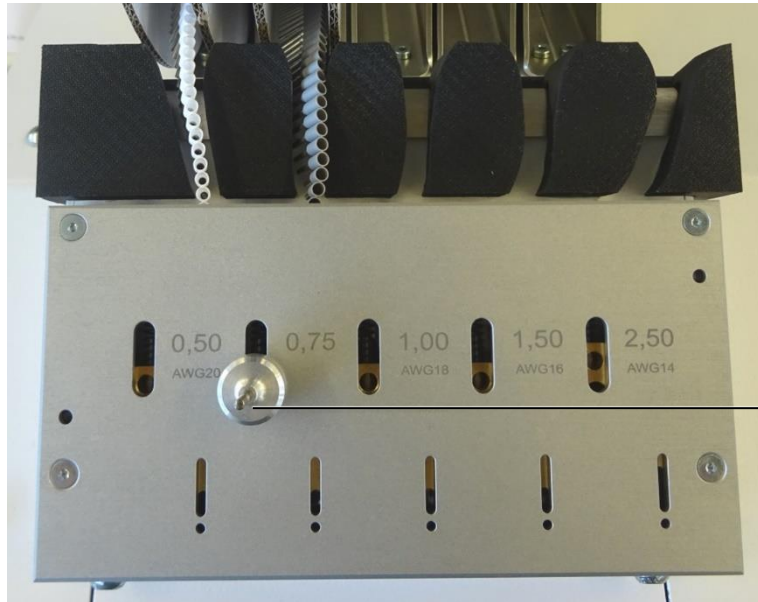

Fig. 10 : broche de fixation en haut
- Insérer la broche de fixation avec le grand diamètre dans l'ouverture supérieure (fig. 10, pos. 1) de l'unité de transport.